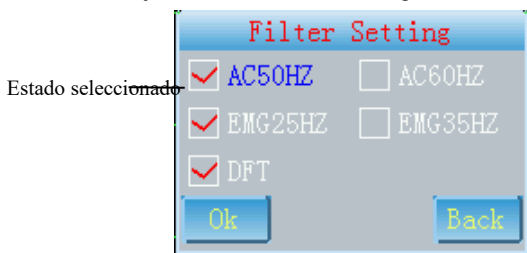

Fig. 7-3
1.  Acceda a la interfaz "Ajuste del Filtro" como en la Fig.7-3.